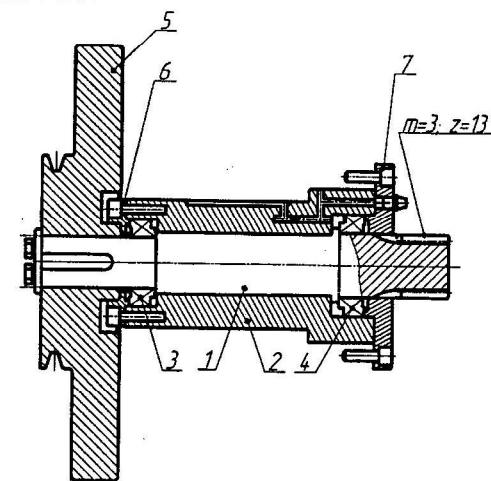

Рис. 6. Вал ведущий
6.3.2. Вал ведущий 1 выполнен в виде вал-шестерни (рис.6) и установлен в корпусе 2 на радиально-упорных роликовых подшипниках 3 и 4. На свободном конце вала наложен маховик 5, выполненный задно со шкивом. В корпусе вал зафиксирован крышками 6 и 7.